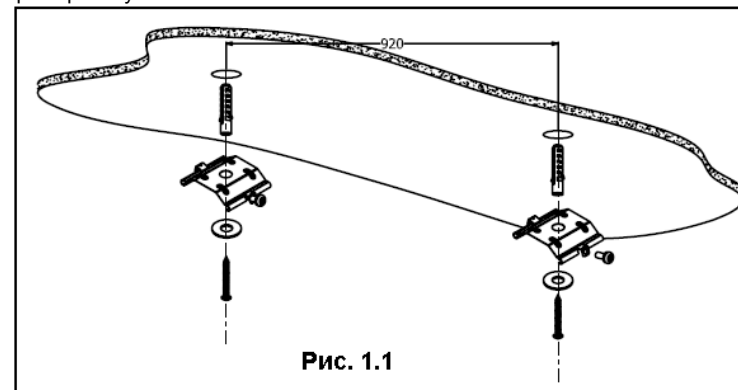

Рис. 1.1
- Нанесите и сделайте отверстия в монтажной поверхности, исходя из расположения установочных отверстий на комплектных монтажных скобах светильника (Рис.1.1). Для последующей корректной установки светильника, обеспечьте расположение скоб строго на одной линии. Оптимальное расстояние между монтажными отверстиями - 920мм. Вставьте дюбели в подготовленные отверстия в монтажной поверхности;
- Прикрепите монтажные скобы к монтажной поверхности с помощью саморезов, используя подготовленные отверстия с дюбелями (Рис.1.1);